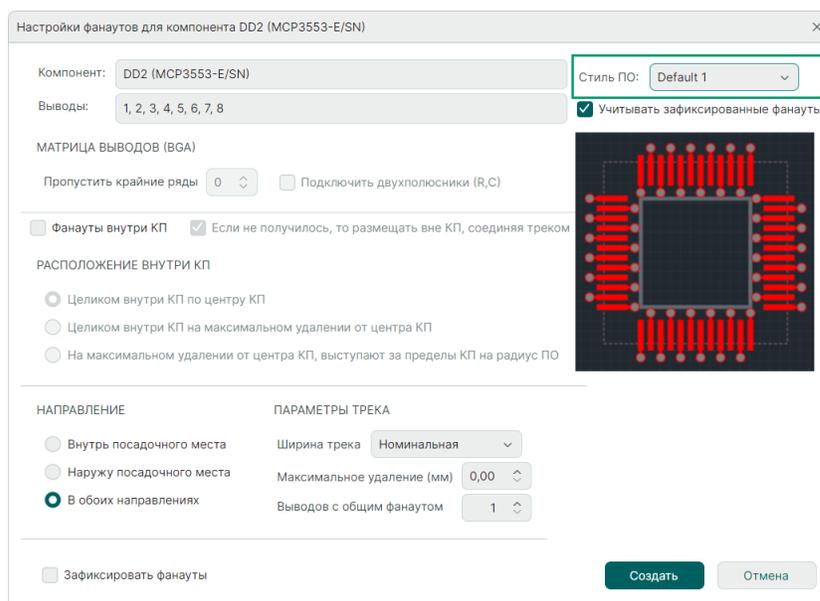

Рис. 328 Выбор стиля переходного отверстия
- Выбор стиля переходного отверстия, см. Рис. 328, заданного в окне «Слои и переходные отверстия» → «Конфигуратор набора слоев и переходных отверстий» → «Переходные отверстия».